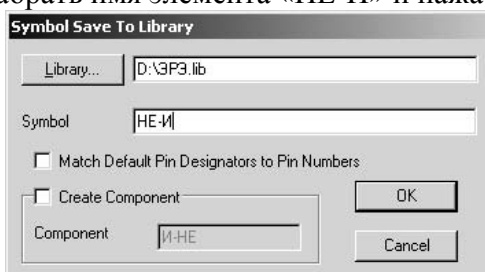

Рис.2.2.16
- Записать созданный УГО логического элемента в библиотеку. Для этого выполнить команду **Save** (Сохранить файл), в появившемся окне **Symbol Save To Library** щелкнуть по кнопке **Library** (Библиотеку) и в открывшемся окне выбрать созданную ранее библиотеку ЭРЭ.lib. В поле **Symbol** набрать имя элемента «HE-И» и нажать кнопку **OK** (рис.2.2.16).